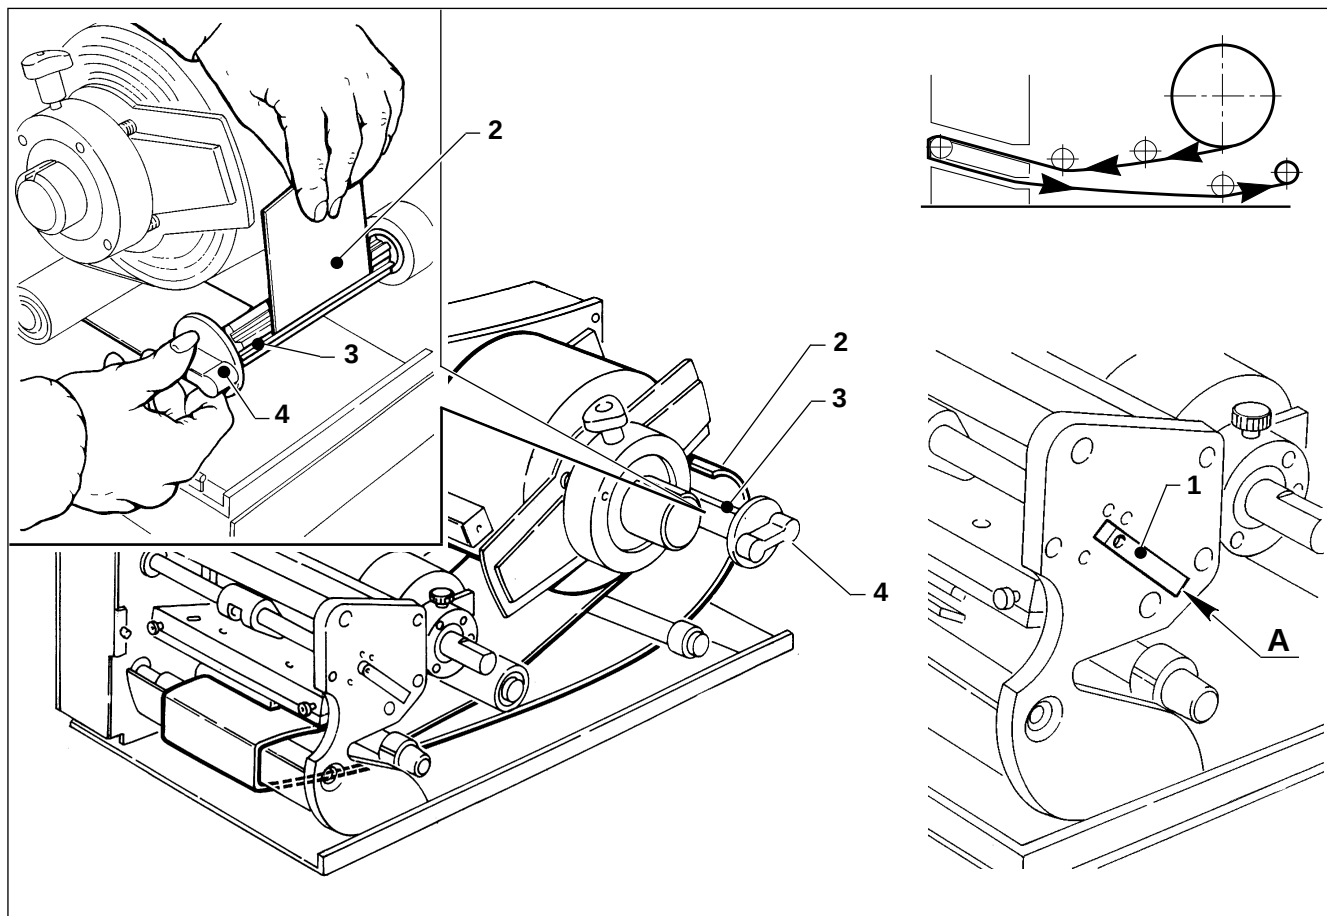
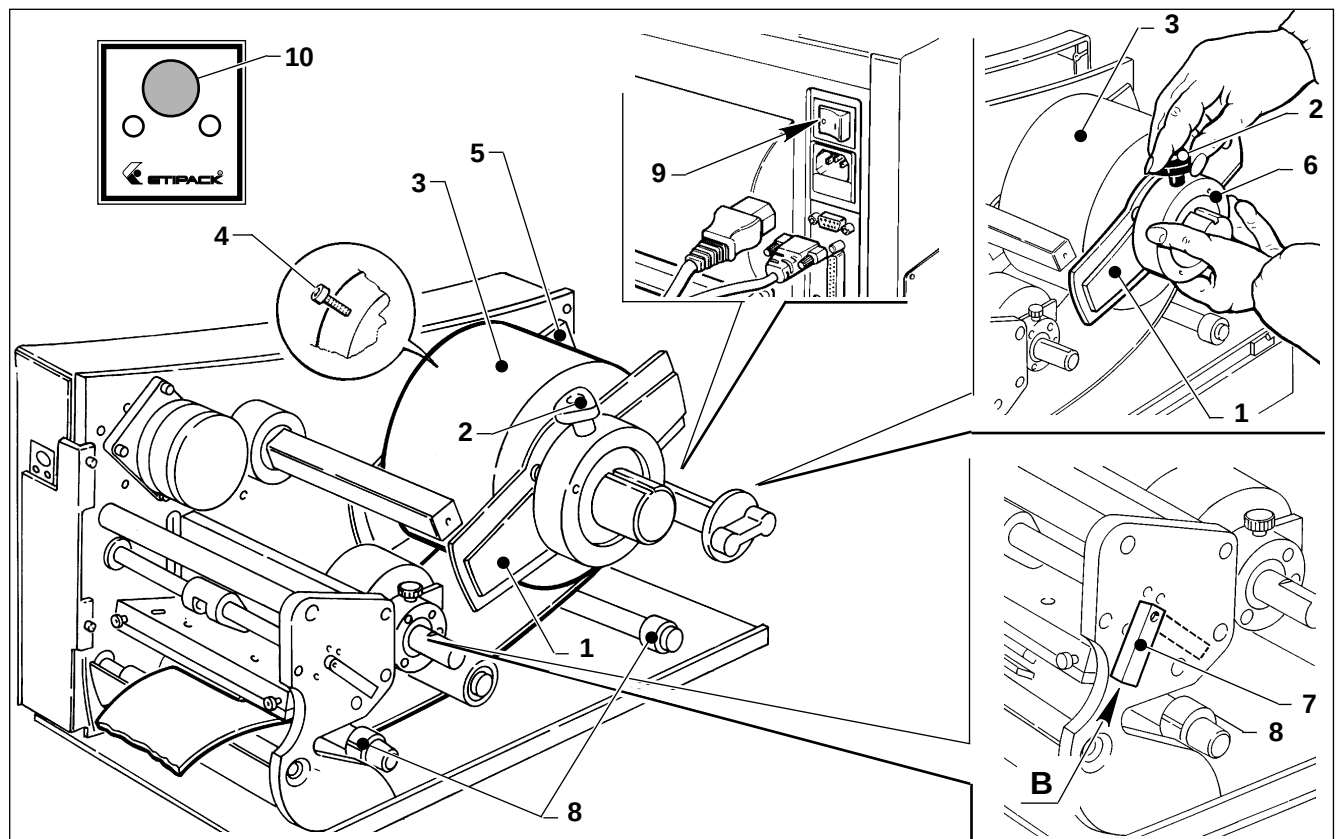

Fig. 3 INFILAGGIO BOBINA ETICHETTA PER SPELlicOLATORE
Fig. 4 REGOLAZIONE E CENTRAGGIO ETICHETTA
2.1.b Uso come stampante con spellicolatore etichetta (Fig. 3)
- Accertarsi che la leva (1) apertura testa sia in posizione "A" aperta.
- Infilare il nastro di supporto etichette come indicato in Fig.3 reinserendo nella stampante il lembo (2) fino a raggiungere il rullo di riavvolgimento (3).
- Togliere il fermo tirando il pomello (4), ruotare attorno al rullo di riavvolgimento (3) il lembo (2) quindi inserire il fermo bloccando il lembo (2).
2.1.b How to use the printer fitted with stripping device (Fig. 3)
- Make sure that the printing head opening lever (1) is in the open position ("A").
- Feed the label roll as shown in Fig.3 ; then, re-feed the roll end (2) into the printer until reaching the rewinder (3).
- Remove the locking device by pulling the knob (4), wrap the roll end (2) round the rewinder (3) and replace the locking device so that the roll end is locked in place.
2.1.c Regolazione centraggio etichetta (Fig. 4)
- Togliere il piattello mobile (1), allentando il pomello (2), e la bobina (3).
- Allentare la vite (4) di bloccaggio piattello fisso (5) e regolare il centraggio.
2.1.c Label centering (Fig. 4)
- Remove the movable locking plate(1) by loosening the knob (2) and then, take out the label roll (3).
- Unloose the lock screw (4) securing the fixed locking plate (5) and center the label with respect to the printing head.
- Inserire la bobina (3) e rimontare il piattello mobile (1) spingendolo contro la bobina (3) e mantenendo premuta la ghiera (6) avvitare il pomello (2).
- Controllare che la leva (7) sia in posizione "B" chiuso e regolare gli anelli guida (8) appoggiandoli all'etichetta.
- Inserire corrente premendo l'interruttore di linea (9) in posizione "I" ON quindi premere il pulsante di stampa (10), automaticamente la stampante stamperà l'etichetta in memoria.
- *Load the label roll (3) and reassemble the movable locking plate (1) pushing it against the label roll (3); then, screw the knob (2) keeping the ring nut (6) pressed.*
- *Check that the lever (7) is in the closed position ("B") and adjust the locating rings (8) placing them against the label.*